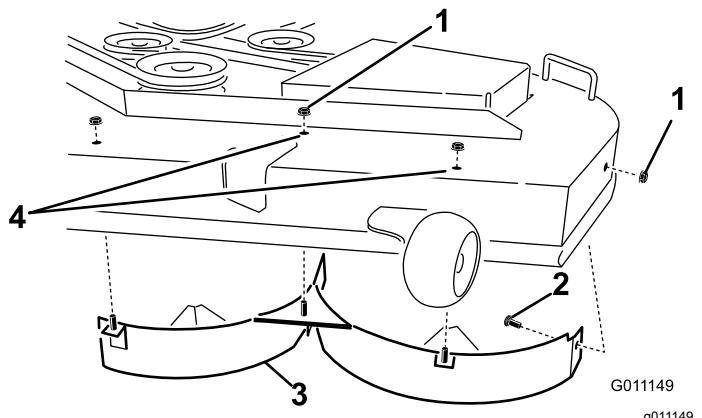

Figure 16
4. Retirez les 3 contre-écrous (5/16") fixés aux montants soudés du déflecteur gauche au sommet du plateau de coupe, au centre, à gauche du centre et à gauche (Figure 16).
5. Sur la paroi latérale du plateau de coupe, retirez le boulon de carrosserie et le contre-écrou qui fixent le déflecteur gauche au plateau (Figure 16).
6. Déposez le déflecteur gauche du plateau de coupe (Figure 16).
7. Localisez les 2 boulons dans les pièces détachées et insérez-les, avec les contre-écrous existants, dans les trous du plateau de coupe (voir Figure 16) pour éviter la projection de débris.